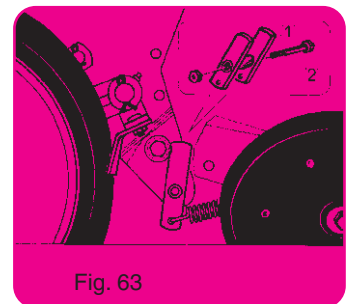

Fig. 63
(Au minimum il faut 1 entretoise en H ① (fig. 63), réf. 7262a, 1 vis H M 10 x 120, 1 écrou H M 10).
Après avoir enlevé la roue de plombage et son cadre, remettre en place les 2 ressorts, du bloc arrière avec l'entretoise en H ① (fig. 63), montée avec la vis H M 10 x 120 plus l'écrou H M 10.
(Como mínimo hace falta 1 traviesa en H ① (fig. 63), réf. 7262a, 1 tornillo H M 10 x 120, 1 tuerca H M 10).
Después de habaer quitado la rueda aplomadora y su marco, colocar en su lugar los 2 muelles del bloc trasero con la traviesa en H ① (fig. 63), montado con el tornillo H M 10 x 120 mas la tuerca H M 10.
(a minimum of 1 H spacer ① (fig. 63) ref 7262a, 1 HM 10 x 120 screw, 1 HM 10 nut).
After having removed the press wheel and its frame, put back in place the 2 springs, the rear unit with the H spacer ① (fig. 63), assembled with the HM 10 x 120 and the HM 10 nut.